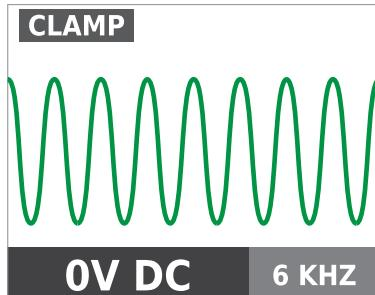

Figura 4.10a
2. Pressione modo de sinal ALTO por 2 segundos para selecionar o modo de grampo do transmissor. O modo de grampo que um sinal 6KHz impulsionado de modo a proporcionar resultados superiores de rastreio. A tela do Transmissor deve aparecer como na Figura 4.10a.